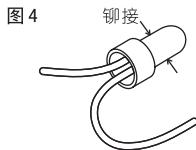
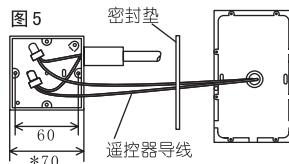
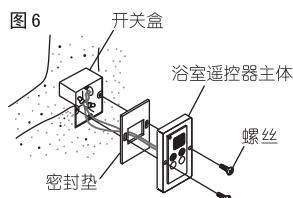

图4
图5
图6
• 墙面暗线安装 参见图3、图4、图5、图6
- ① 将密封垫粘贴于开关盒(可向本公司售后服务部购买)的开□处的墙面上。
- ② 拆下装饰框。(装饰框为嵌入式)
- ③ 将遥控器侧的连接线和从墙上引出的遥控线末端剥去8毫米左右的绝缘外皮,如图4、图5分别用接线套进行闭合连接。
- ④ 使用附带的螺丝将遥控器固定至开关盒(参见图6)
• 墙面明线安装 参见图3、图4、图5